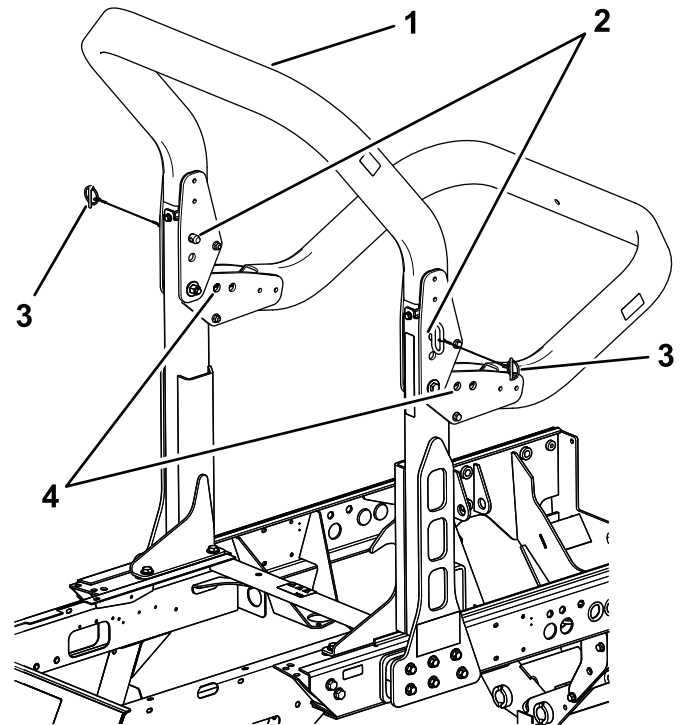

Figura 73
2. Sostenete il peso del telaio superiore del roll bar mentre rimuovete i perni a scatto e i perni con testa dalle staffe orientabili (Figura 73).